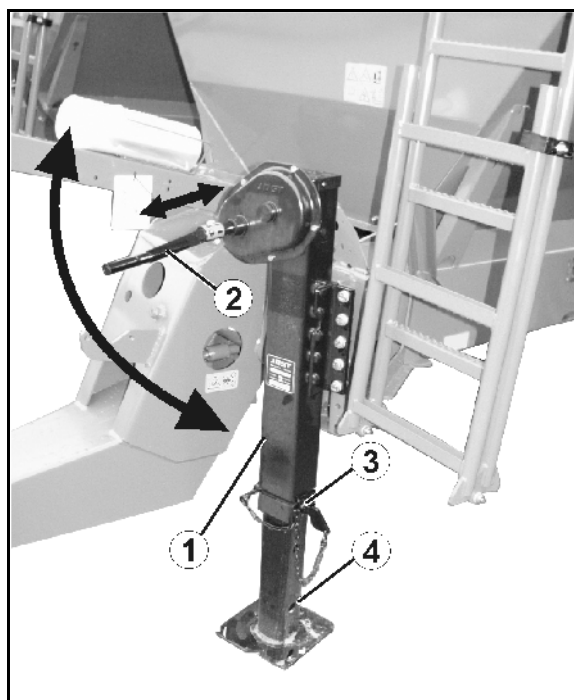

Fig. 41
1. Con la manivela (Fig. 41/2) levantar el pie de apoyo (Fig. 41/1) hasta el tope.
2. Retirar el perno (Fig. 41/3) del pie de apoyo.
4. Insertar el perno en el orificio inferior (Fig. 41/4) y asegurarlo.
1. Sujetar la parte interior del pie de apoyo y extraer el perno (Fig. 41/3) del pie.
4. Con la manivela (Fig. 41/2) bajar el pie (Fig. 41/1) hasta el tope, hasta que la boca de enganche quede descargada.